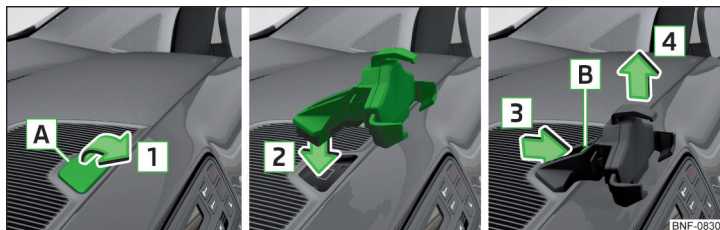

Fig. 78 Rimozione della mascherina / fissaggio dell'adattatore / rimozione dell'adattatore
- Inserire ad es. una moneta nella cavità **A** e sollevare la mascherina in direzione della freccia **1** » fig. 78.
- Premere il tasto di sblocco **B** in direzione della freccia **3** e rimuovere l'adattatore in direzione della freccia **4** » fig. 78.